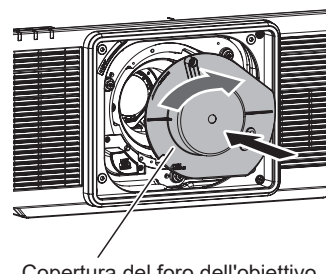

Fig. 2
- 2) **Inserire l'obiettivo di proiezione allineando il segno sull'obiettivo di proiezione (arancione) con il segno sul proiettore (○ sul lato sinistro di LOCK) e ruotare in senso orario fino alla fine. (Fig. 2)**
- 3) **Collegare la copertura del foro dell'obiettivo in dotazione. (Fig. 2)**